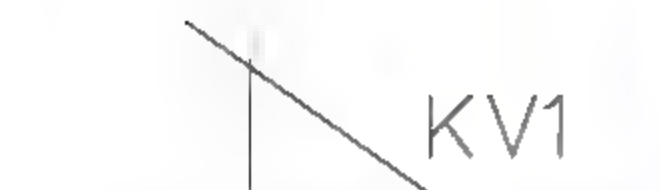

图9-66 绘制文字
- 05 选择菜单【绘图】|【文字】|【单行文字】命令，输入元器件名称KV1，如图9-66所示。